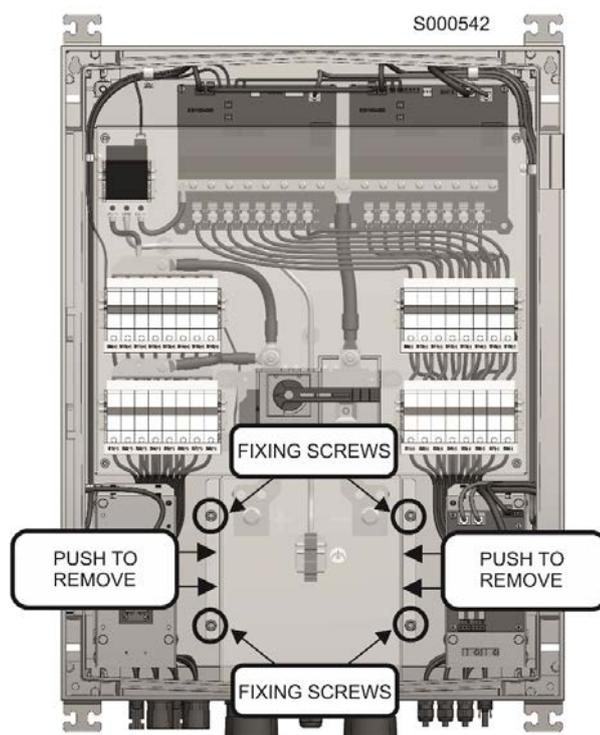

Figura 13 Rimozione del policarbonato di protezione della connessione cavi di uscita e terra funzionale
- Rimuovere il policarbonato di protezione allentando le 4 viti ed effettuando una leggera pressione sulle pareti per estrarlo (Figura 13).